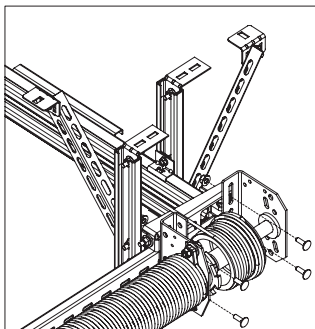

Рис. 26.1
- закрепить храповую муфту и боковой кронштейн болтами М8×25 к кронштейну ТВІ915 (рис.26.1);